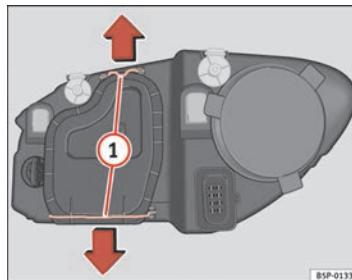

Abb. 166 Abblendlicht
- Die Streben ⇒ Seite 267, Abb. 166 ① in Pfeilrichtung verschieben und den Deckel abnehmen.